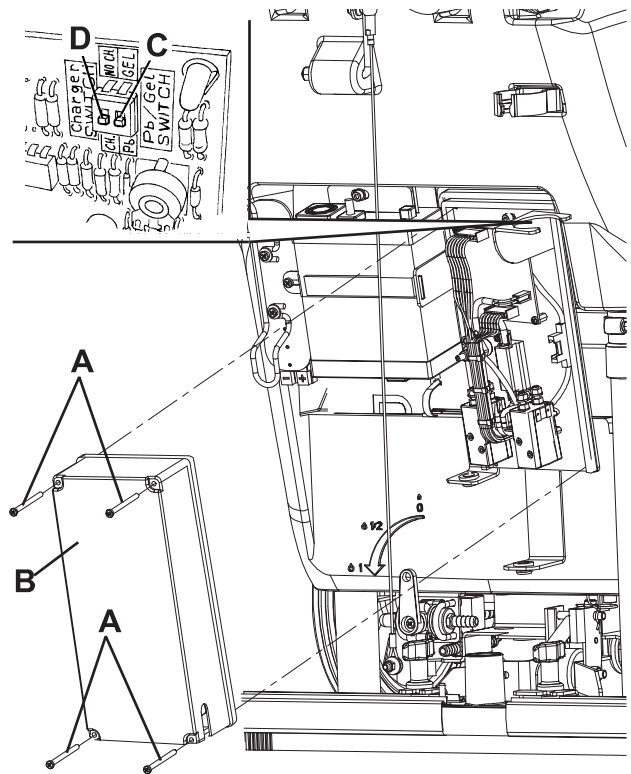

Abbildung 1
1. Sicherstellen, dass den Batteriestecker (29) angeschlossen ist.
3. Schrauben (A, Abb. 1) herausdrehen und Deckel (B) des Elektrokastens vorsichtig abnehmen.
4. Mikroschalter (C) auf WET stellen.